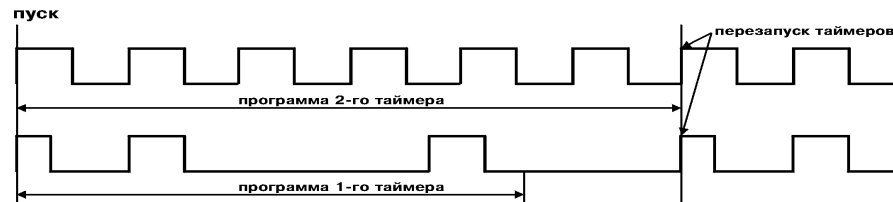

Рис. 17
3.1.7.4. При «rEst»=3 оба таймера перезапускаются после окончания выполнения программы таймера 2 (рис. 17).